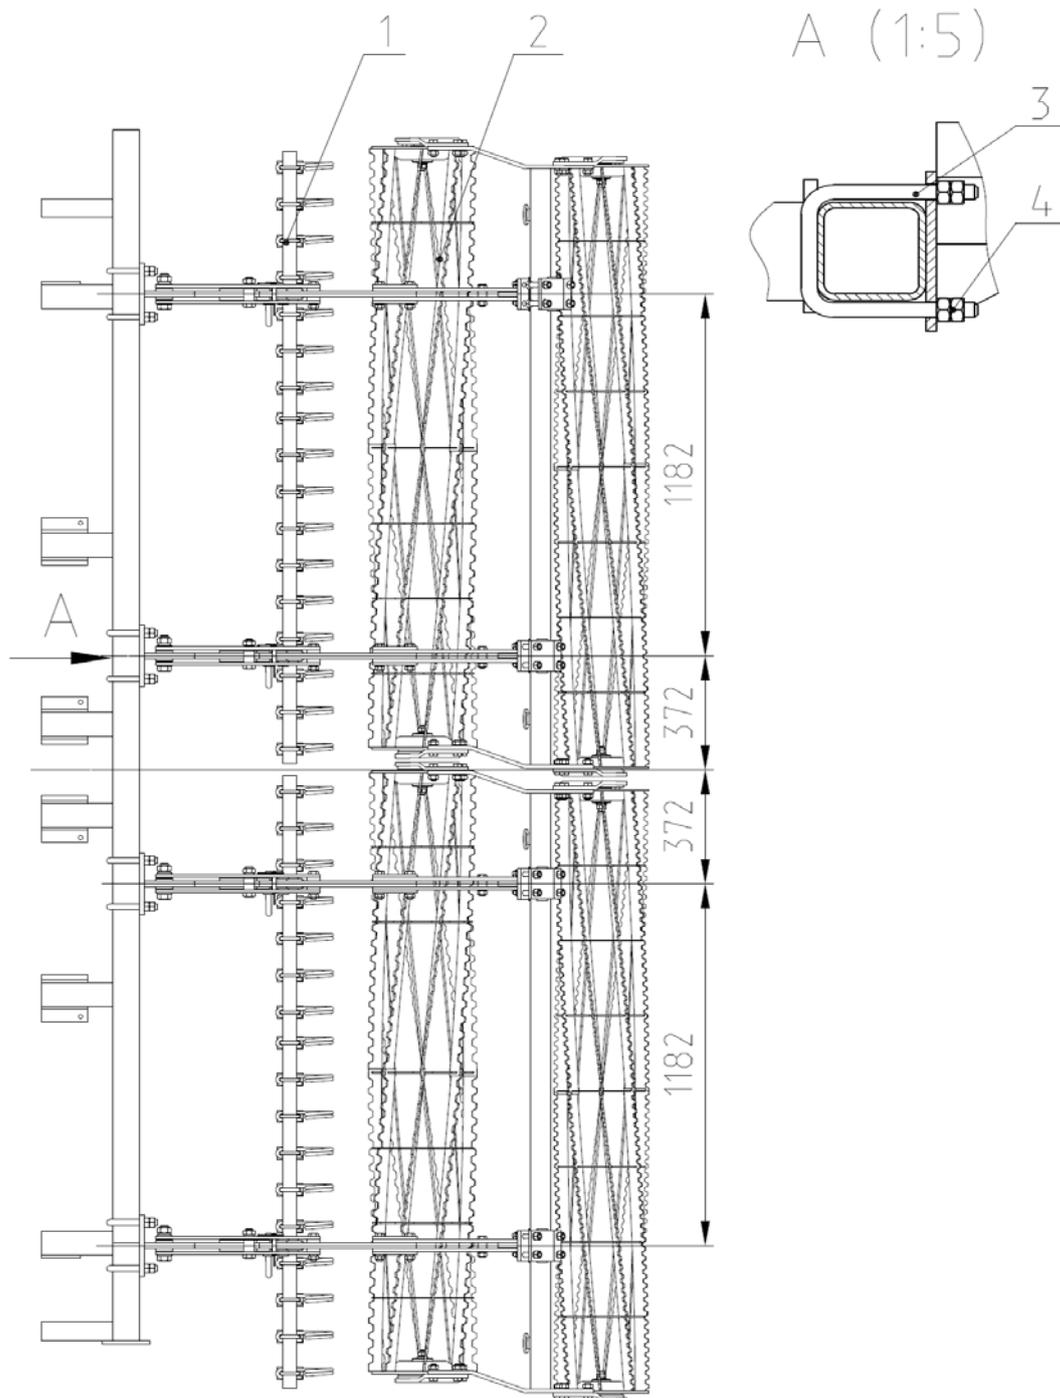

Рис.19 Установка секций катков двухрядных КСП 04.150 и КСП 04.120 однорядной гребенки.
2.12 Комплект катков 2-х рядных КСП 04.150 и гребенки однорядной КСП 04.120 (Рис.19). Комплект крепится к раме КСП 01.000Б и крепится скобами 3 и гайкой 4.